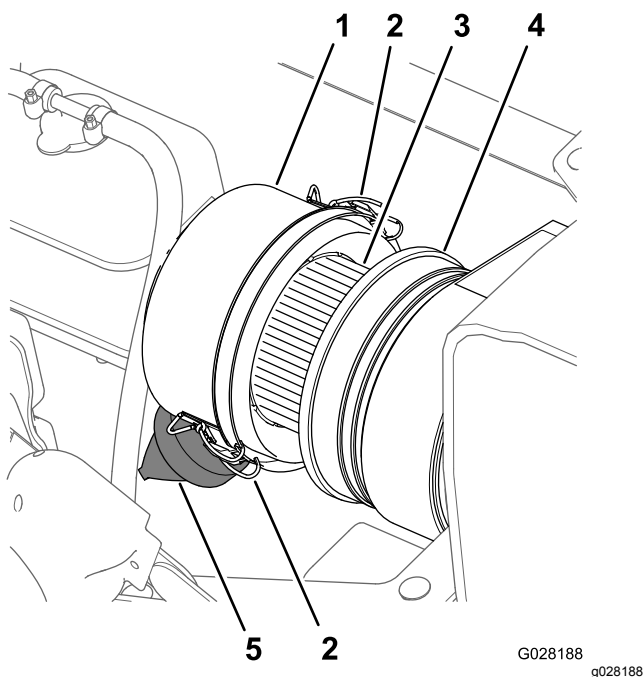
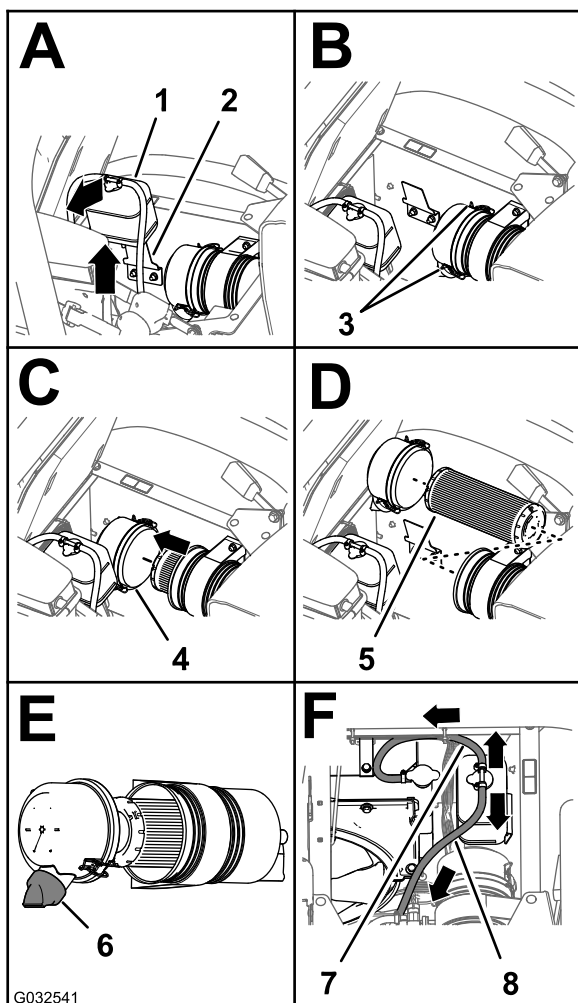

Figure 73
Figure 74
3. Nettoyez le capuchon antipoussière et le boîtier du filtre à air (Figure 73).
5. Pressez la valve à poussière pour éliminer les saletés, la poussière et les débris (Figure 73).
7. Vérifiez que l'élément du filtre à air ne présente pas de dépôts excessifs de poussière, saleté ou débris (Figure 73).
8. Reposez le capuchon antipoussière sur le boîtier du filtre à air et fixez-le en place avec les 2 attaches (Figure 73).
2. Nettoyez le capuchon antipoussière et le boîtier du filtre à air (Figure 73).
3. Soulevez le réservoir de trop-plein de liquide de refroidissement pour le déposer de son support (Figure 74).
4. Recherchez sur le boîtier du filtre à air des dommages susceptibles d'occasionner des fuites d'air (Figure 73).
- Desserrez les 2 attaches qui fixent le capuchon antipoussière sur le boîtier du filtre à air (Figure 74).
- Nettoyez l'intérieur du capuchon antipoussière, du boîtier du filtre à air et de la valve à poussière avec un chiffon humide (Figure 73 et Figure 74).
- Insérez l'élément filtrant dans le boîtier du filtre à air (Figure 74).
- Reposez le couvercle sur le boîtier du filtre à air et fixez-le en place avec les 2 attaches (Figure 74).
Remarque: Vérifiez que la valve à poussière est bien alignée entre les positions 5 et 7 heures vu de l'extrémité (Figure 74).
- Placez le réservoir de trop-plein du liquide de refroidissement en face de son support et fixez solidement le réservoir (Figure 74).
Important: Vérifiez que le flexible de décharge de pression est dirigé vers l'avant et le bas et que le flexible d'évent du réservoir est dirigé vers l'arrière, comme montré à la Figure 74.